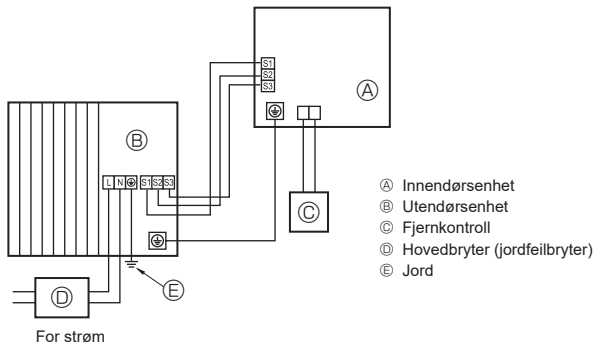
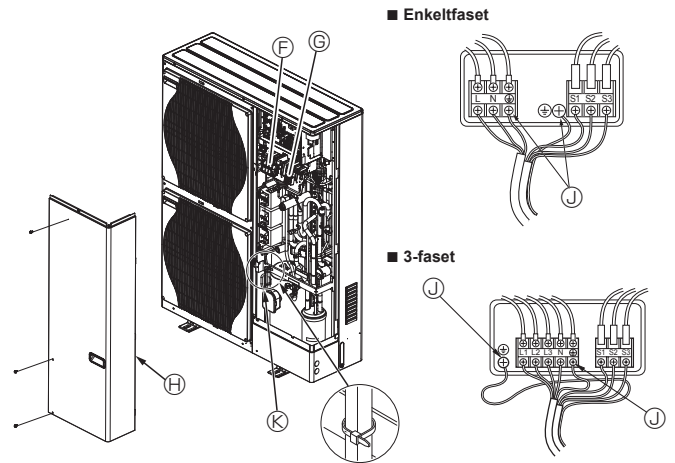

Fig. 5-1
Fig. 5-2
### 5.1. Utendørsenhet (Fig. 5-1, Fig. 5-2)
- ① Fjern servicepanelet.
- ② Kople til kablene med henvisning til Fig. 5-1 og Fig. 5-2.